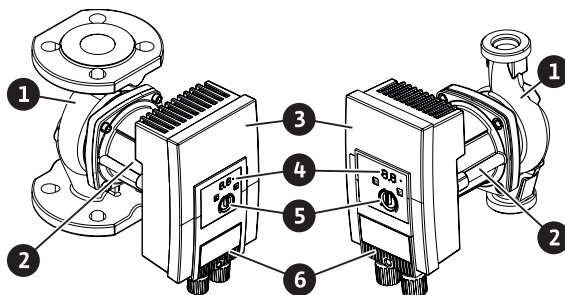

Fig. 1: Översikt över pumpen
På motorhuset finns en reglermodul (Fig. 1, pos. 3), som reglerar pumpen och tillhandahåller ett SSM-gränssnitt. Beroende på vald användning eller regleringsfunktion regleras varvtalet eller differenstryck. Vid alla differenstryckregleringsfunktioner anpassar sig pumpen hela tiden till anläggningens kapacitetbehov.